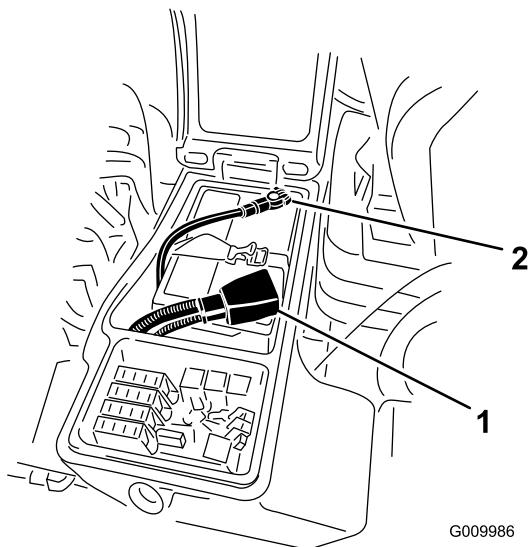

Bild 42
5. Klemmen Sie das Pluskabel (Rot) am Pluspol (+) der Batterie und das Minuskabel (Schwarz) am Minuspol (-) der Batterie an (**Bild 42**).